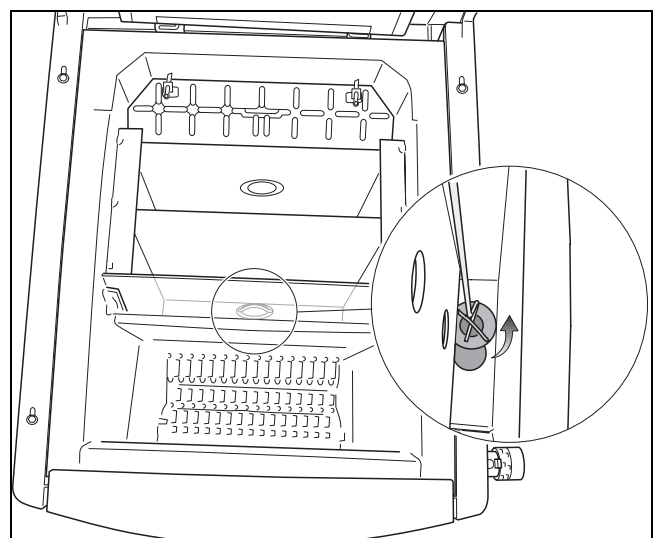

Fig. 33 Îndepărtarea capacului de curățare
- ▶ Înainte de a aprinde focul verificați dacă orificiul de inspectare (→ fig. 33, pagina 25) este închis cu capacul de curățare la nivelul bazei camerei pentru cenușă. La curățarea cazanului, cenușa este îndepărtată din canalele pentru gazul de încălzire prin orificiul de inspectare.